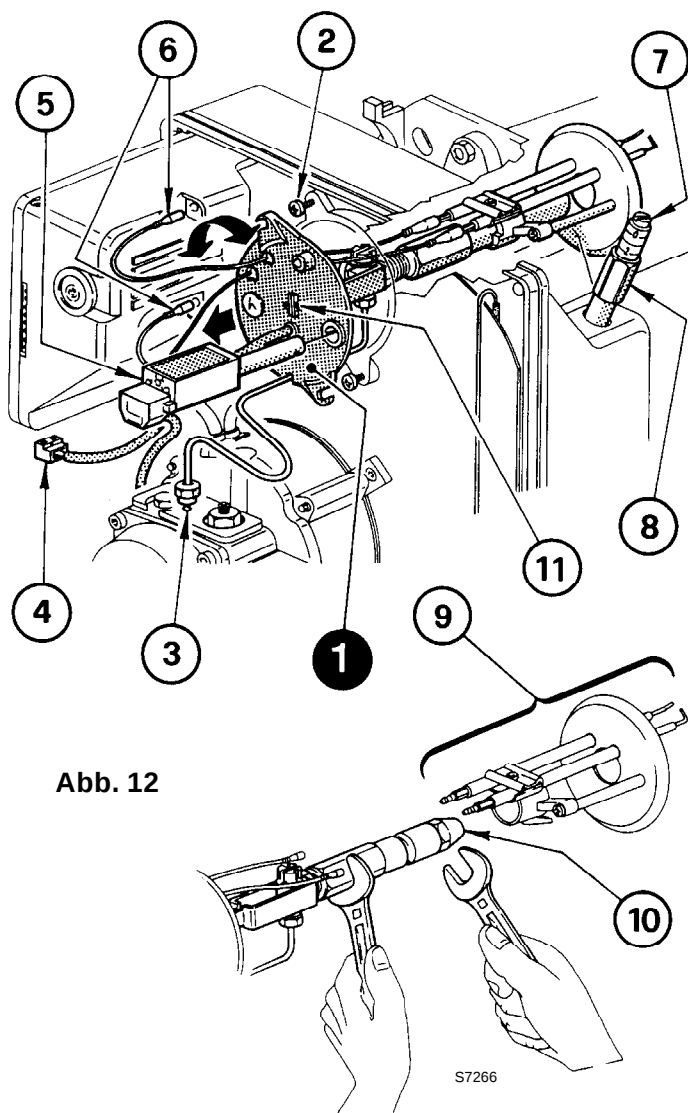

Abb. 12
- Die Düse (6) richtig anschrauben, wie in der Abbildung dargestellt.
B Abb. 12 – Den Düsenstock (1) herausnehmen, nachdem vorher die Schrauben (2) gelockert, die Mutter (3) gelöst, die Zündkabel (6) vom Steuergerät, die Steckdose (4) und den Flammendetektor (5) abgenommen wurden.
(siehe Abb. 12)